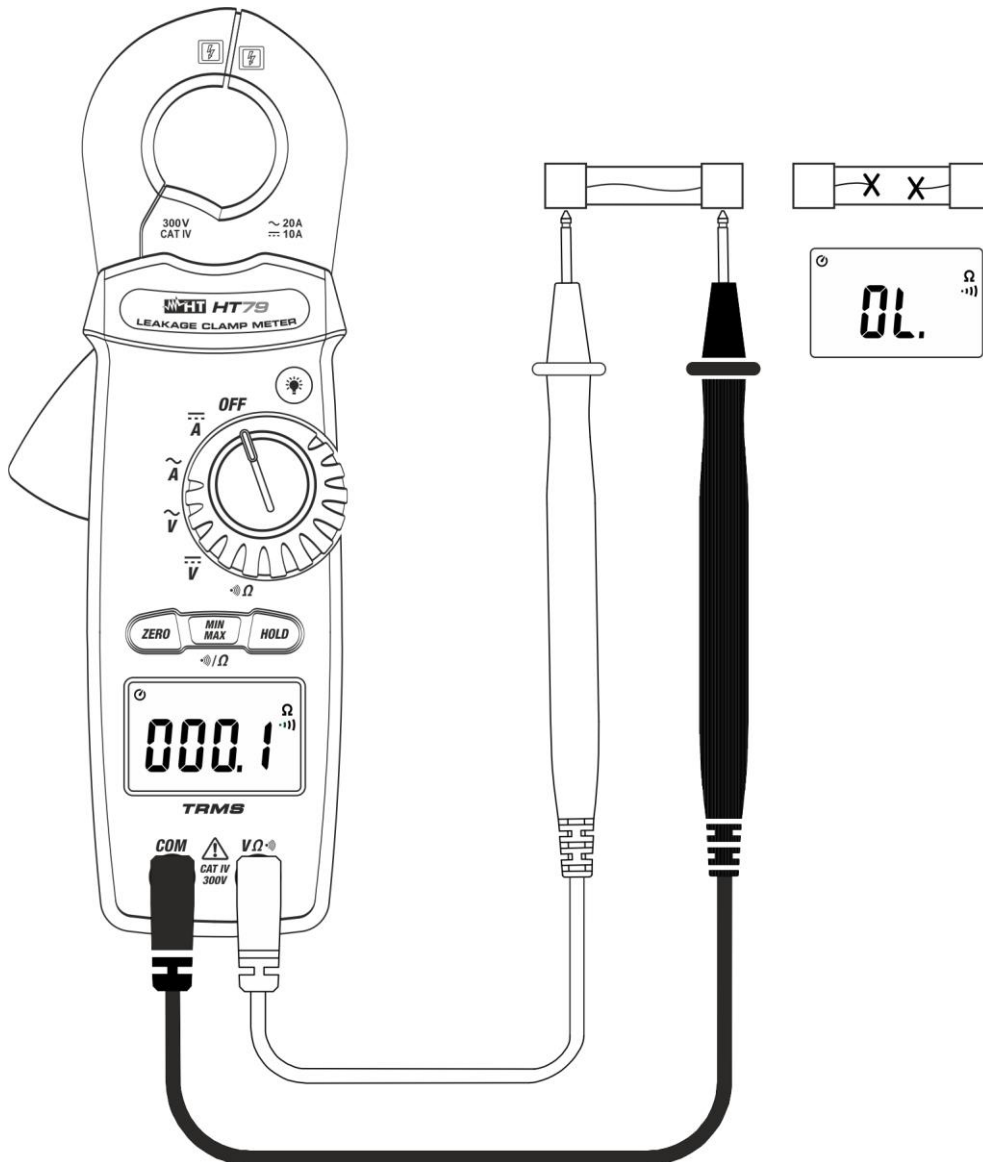

Abb. 7: Verwendung des Gerätes für Durchgangstest
3. Verbinden Sie die rote Messleitung mit der Eingangsbuchse **VΩ** und die schwarze Messleitung mit der Eingangsbuchse **COM** und führen Sie den Durchgangstest des zu messenden Gegenstands durch (siehe Abb. 7). Der Summer ertönt, wenn der Wert des gemessenen Widerstands niedriger als 100 ist. Ω